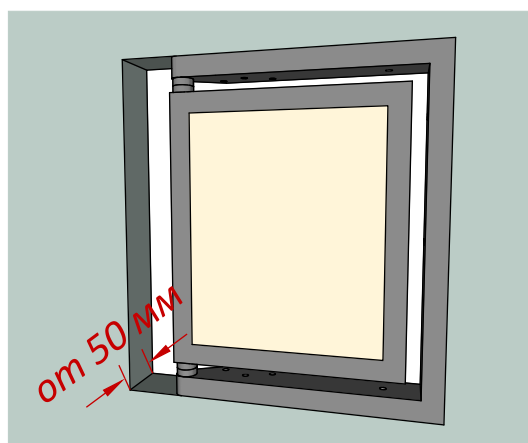
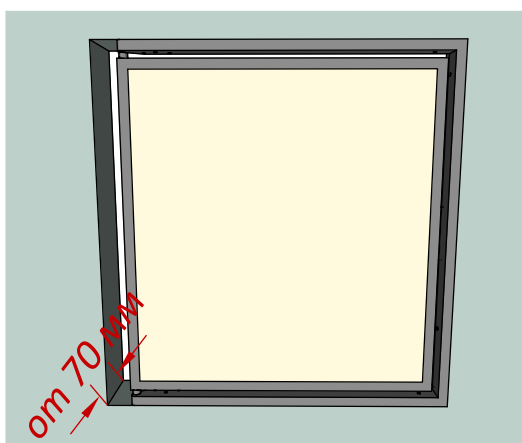

Рис. 1
Рис. 2
- Глубина (толщина) проёма должна быть: для люков менее 600*600 мм = минимум 50 мм (рис.1); для люков более 600*600 мм = минимум 70 мм (рис.2).